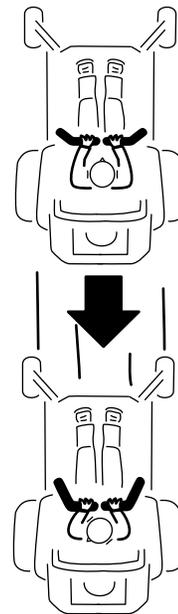

図 27
2. 後退するには、左右の走行コントロールレバーをゆっくりと後ろへ引く 図 27。